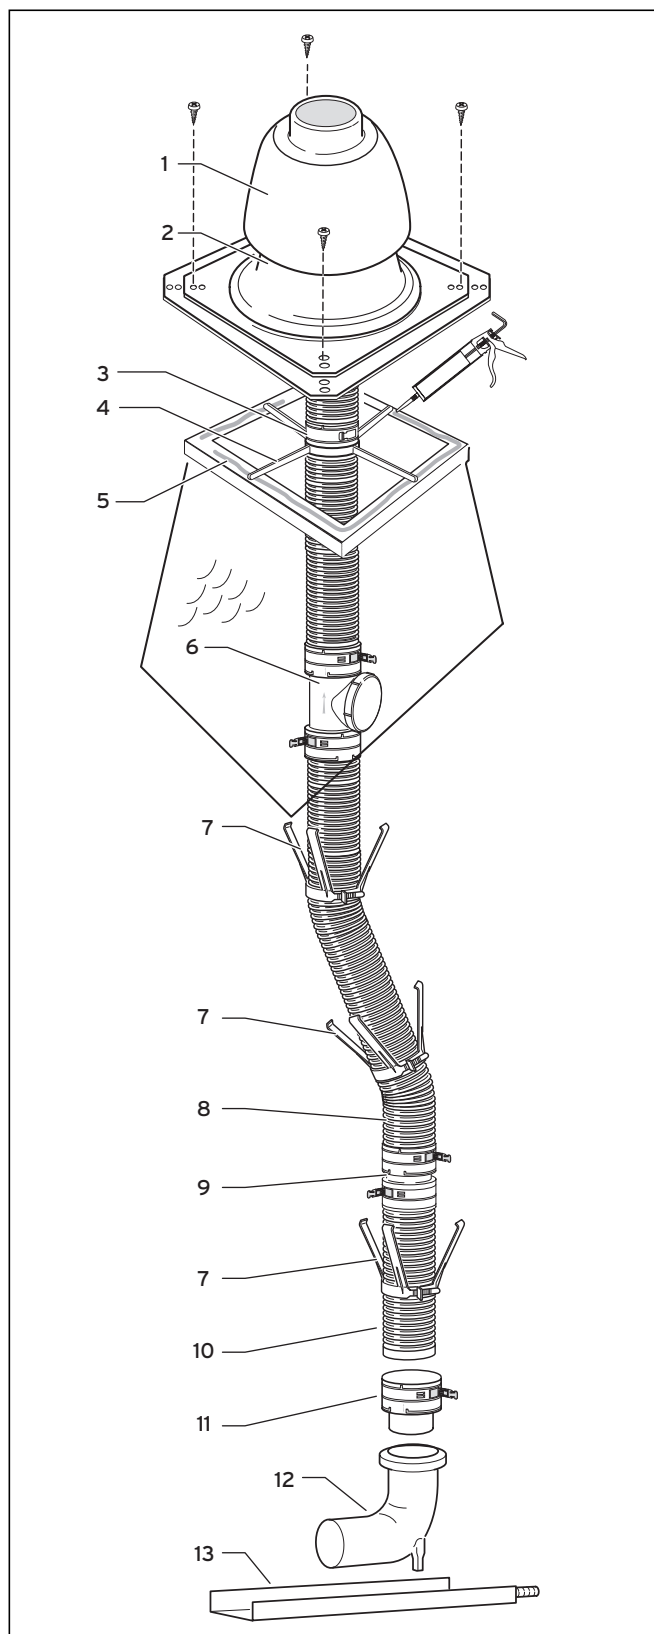

Fig. 5.33 Construcția sistemului cu conductă flexibilă pentru gaze arse
- Împingeți până la opritor capătul de jos al conductei pentru gaze arse (10) în elementul de introducere (11) și fixați-l cu închizătorul cu clichet.
- Montați distanțierele (7, vezi Fig. 5.33) pe conductă pentru gaze arse la distanță de max. 2 m.
- Treceți crucea de montaj (4) peste conductă pentru gaze arse (8) pe peretele căminului, vezi Fig. 5.33.
- Treceți inelul de racord (3) peste conductă pentru gaze arse (8) și fixați-l cu închizătorul cu clichet peste crucea de montaj (4). Conductă pentru gaze arse este suspendată în crucea de montaj.
- Etanșați marginea gurii cu silicon (5).
- Fixați piciorul piesei de supraînălțare a căminului (2, Fig. 5.33) cu patru șuruburi la marginea gurii.